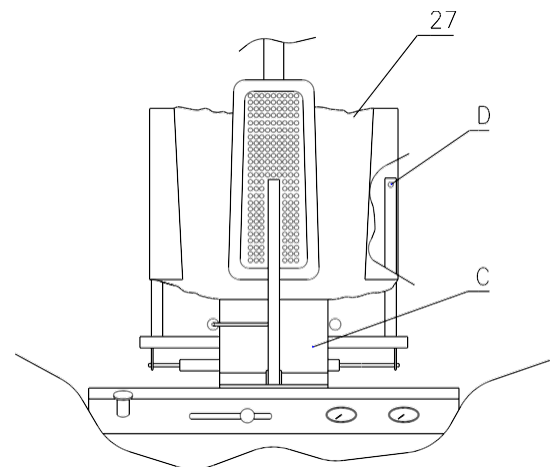

Fig. 11
C) Om het onderste deksel terug te plaatsen **27**, maakt u het koord los waarmee het aan de ventilatiebox **C** is bevestigd, maakt u het bovenste koord los en de koorden aan de binnenkant van het deksel boven op elke klem (**Fig.11**). Om het deksel te verwijderen, draait u ook de schroeven **D** los waarmee de zijklemmen aan hun steunen zijn bevestigd, en verwijdert u vervolgens het deksel naar boven.